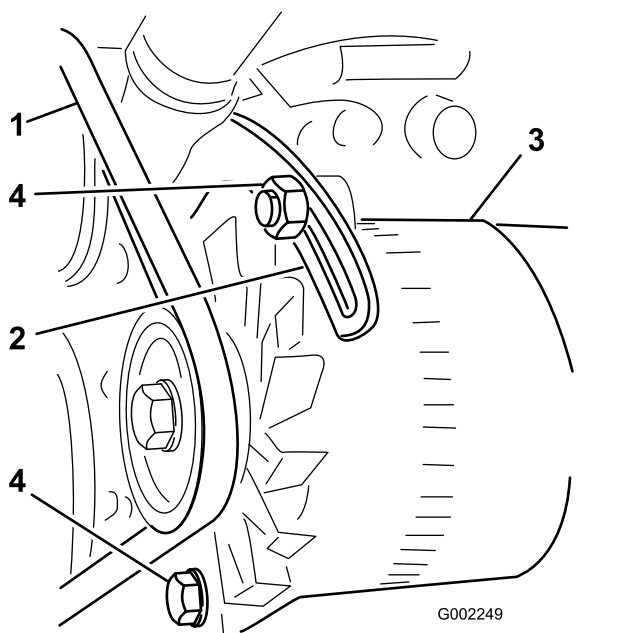

図 88
3. プレースをエンジンに固定しているボルト、およびオルタネータをプレースに固定しているボルトをゆるめる (図 88)。